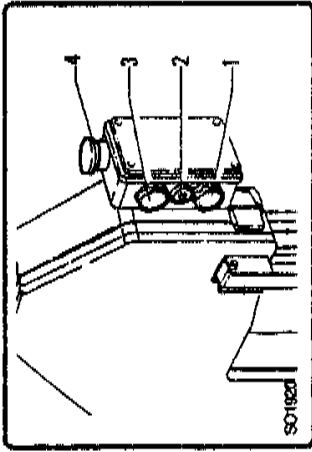

Fig. 5.3.1
5.4 - Выключение машины (рис. 5.3.1)